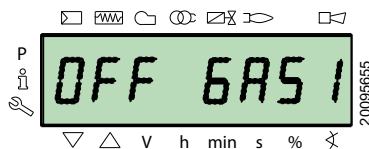

Abb. 38
- Gasbetrieb **“OFF GAS1”** (Abb. 38)